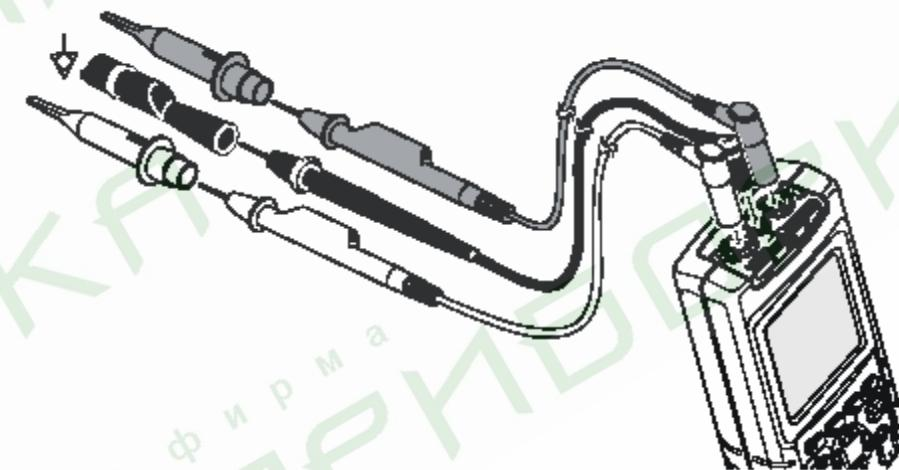

Рис. 3-3. Заземление при помощи неэкранированного заземляющего кабеля
- - Используйте неэкранированный черный заземляющий провод на общий провод СОМ для выполнения измерений сопротивления ( $\Omega$ ), целостности цепей, характеристики диода и емкости. (См. Рис. 3-3.)